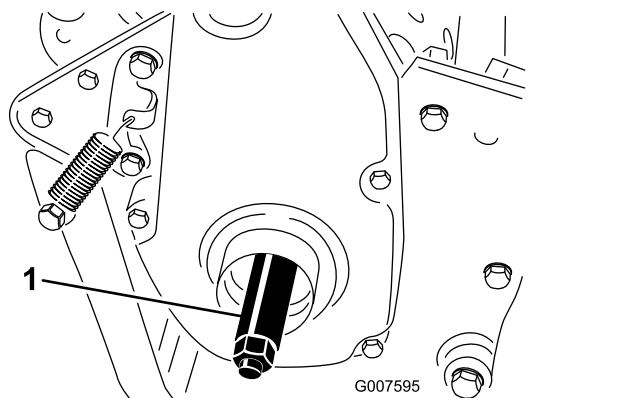

図 7
3. 機体右側にある駆動プーリのねじ穴に、右側ホイールシャフトを取り付ける 図 7。